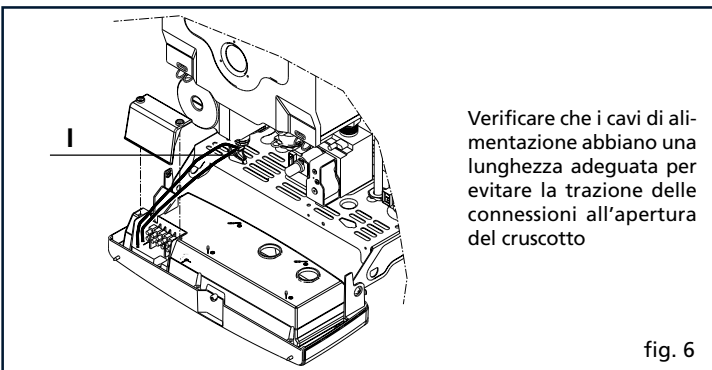

fig. 6
- inserire il cavo dell'alimentazione elettrica e dell'eventuale termostato ambiente T.A. nell'apposito serracavo sul telaio (**I**), fig. 6